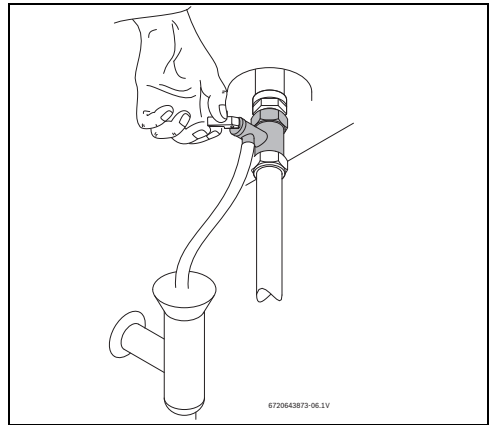

Fig. 10 Acionamento manual da válvula de segurança
- ▶ Abrir a válvula de segurança (Fig. 10).
- ▶ Abrir manualmente a válvula de segurança pelo menos uma vez por mês (Fig. 10).